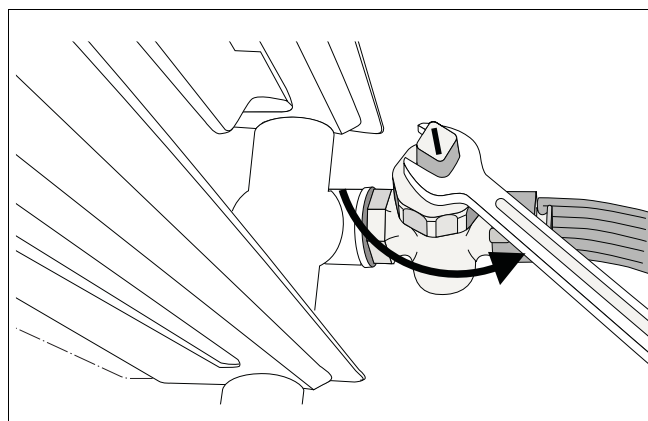

Fig. 73 Aftappen van de cv-installatie
- Tap de cv-installatie op het laagste punt met behulp van de vul- en aftapkraan of aan een radiator (→ fig. 73) af. Daarbij dient de automatische ontluchter op het hoogste punt van de cv-installatie geopend te zijn.